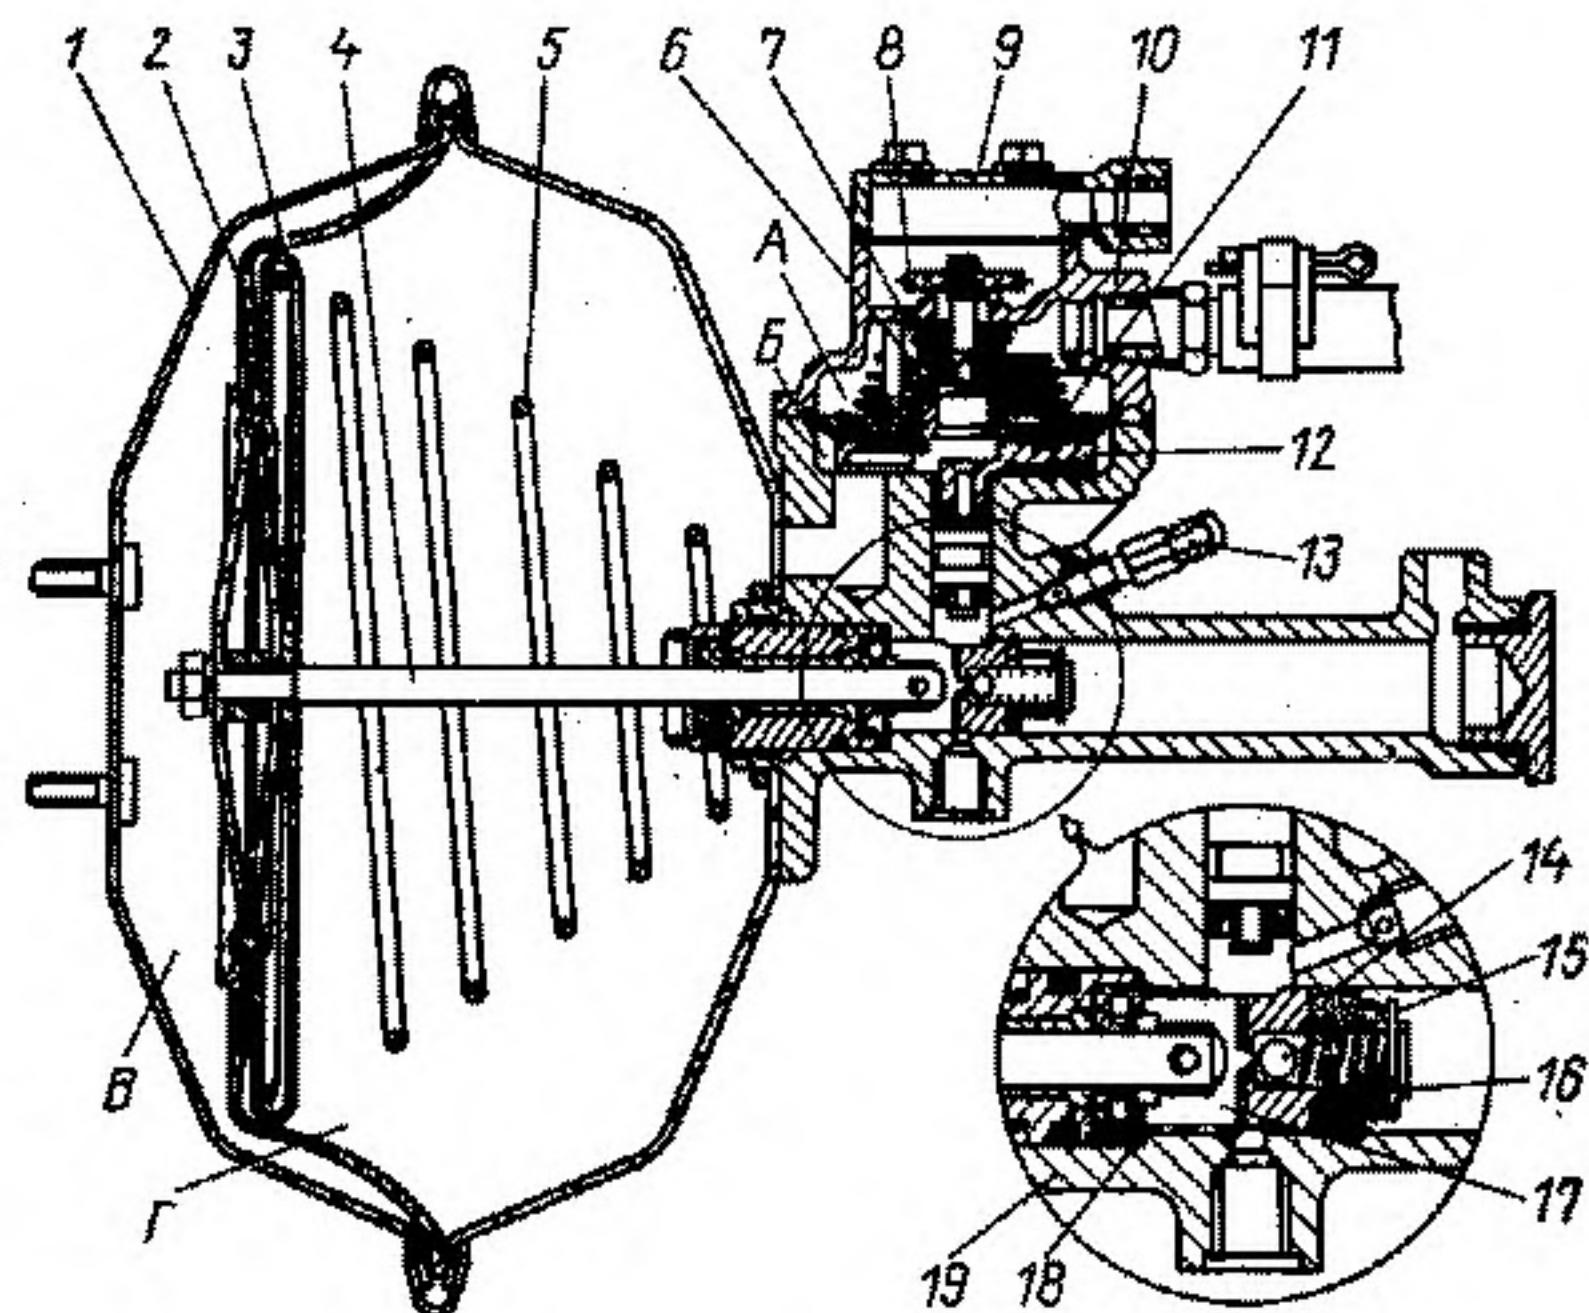

Рис. 59. Гидровакуумный усилитель:
3. Снять резиновый защитный колпачок на перепускном клапане гидровакуумного усилителя тормозов (рис. 59).